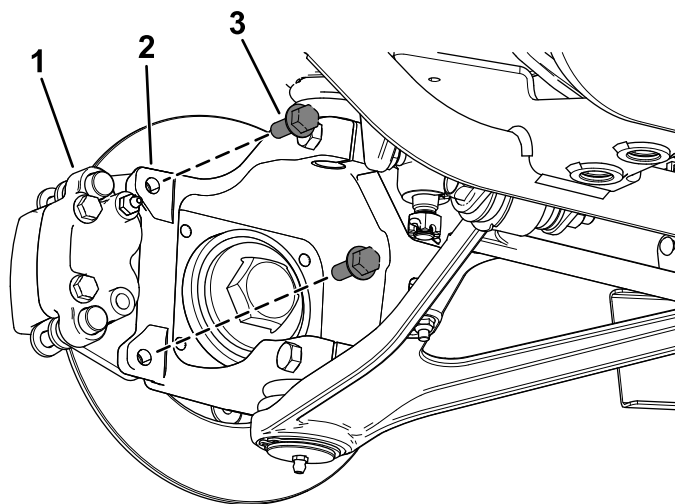

Bild 9
5. Befestigen Sie die neue Bremsbacke mit den vorher entfernten zwei Bundkopfschrauben ($\frac{3}{8}$ " x 1") an den Spurstangenhebeln, wie in Bild 9 abgebildet.